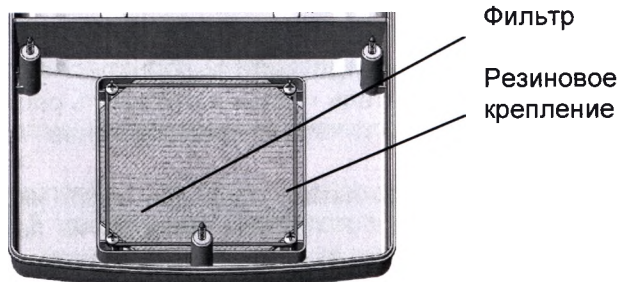

Рис.3
- Установить новый фильтр на воздушную решетку с внутренней стороны корпуса и зафиксировать его резиновым креплением (рис.3).